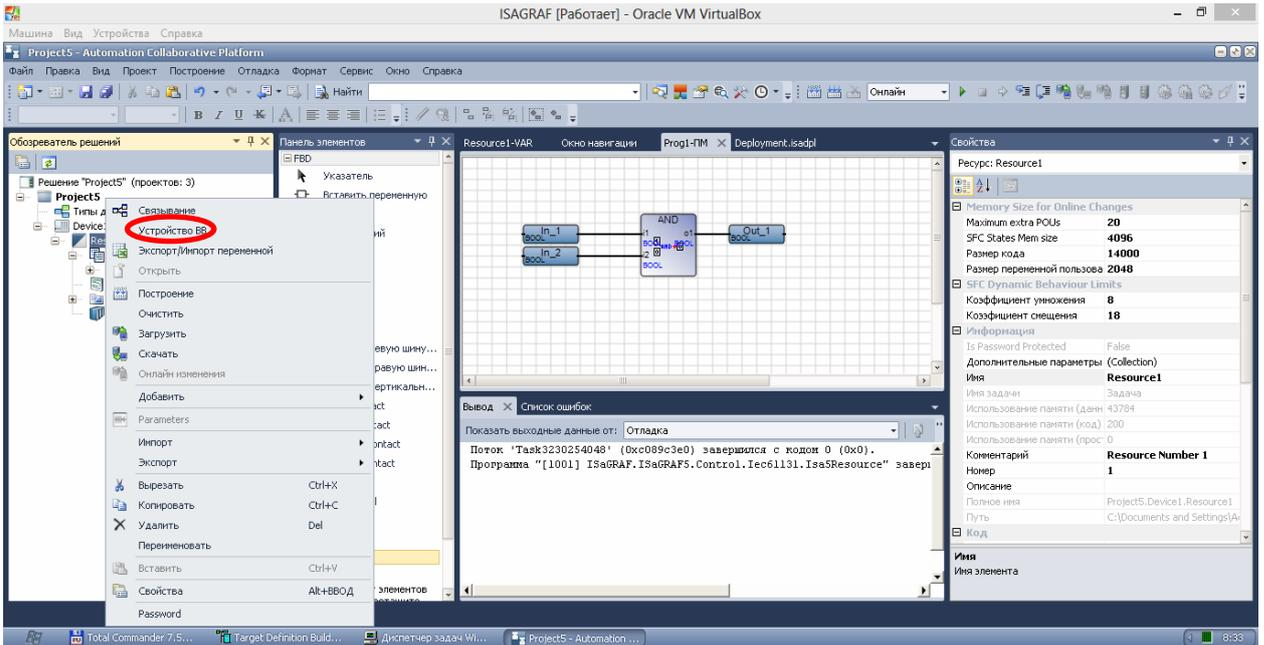

Рисунок 12. Устройства ВВ.
- 14) Подключим к модулю ЦПУ S-100-CPU модули расширения S-100-DI16 и S-100-DO16 (S-100-RO8). Заходим в окно добавления модулей расширения. Для этого кликаем правой кнопкой по названию ресурса «Resource1» → Устройство ВВ (рисунок 12). Добавим нужные драйвера ввода\вывода в наш проект. Для этого кликаем левой кнопкой «Добавить устройство» (пиктограмма с зеленой платой), выбираем